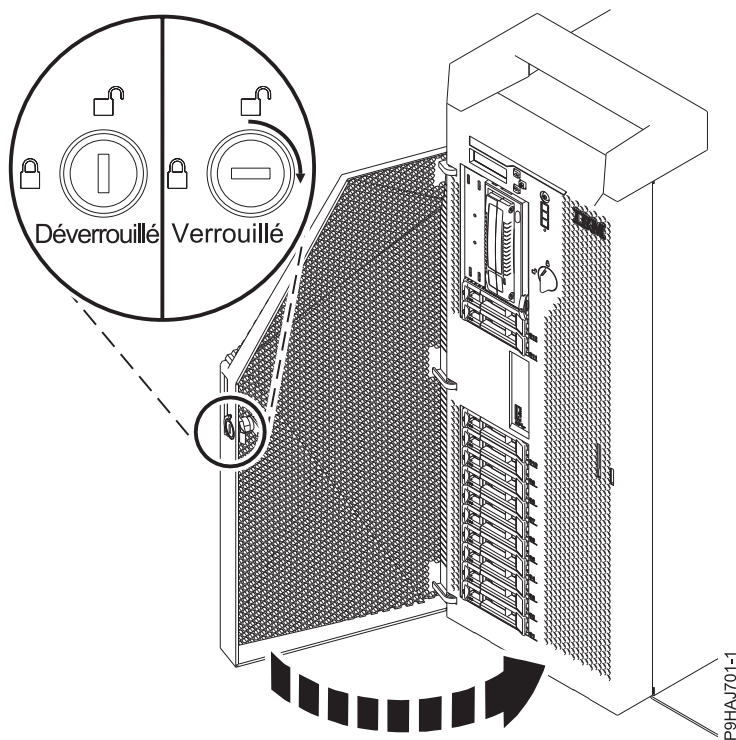

Figure 20. Verrouillage du volet avant
5. Fermez le volet avant. Insérez la clé du volet avant dans le verrou, comme illustré dans la figure 20, à la page 36. Tournez la clé vers la droite (dans le sens des aiguilles d'une montre) afin de verrouiller le volet. Horizontal correspond à la position verrouillée ; vertical correspond à la position déverrouillée.